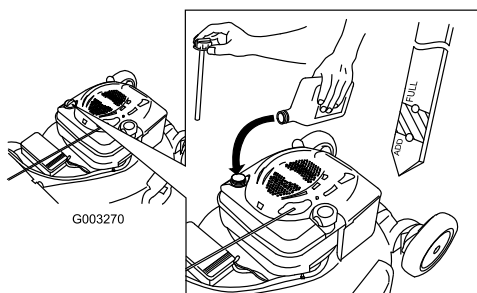

Figura 8
1. Retire la varilla (Figura 8).
2. Vierta **lentamente** aceite en el tubo de llenado hasta que el nivel llegue a la marca Full de la varilla (Figura 8). **No llene demasiado.** (Capacidad máxima: 0,59 l (20 onzas, tipo: SAE 30W, aceite detergente con clasificación de servicio API SF, SG, SH, SJ, SL o superior.)